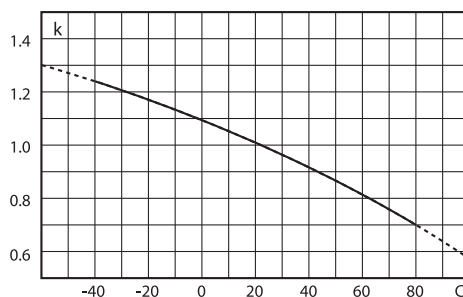

Рис. 2. Поправочный коэффициент K_{TUR} .
- I_n : номинальный ток предохранителя (A);
- K_{TUR} : значение, приведенное на рис. 2, соответствует температуре воздуха возле предохранителя.